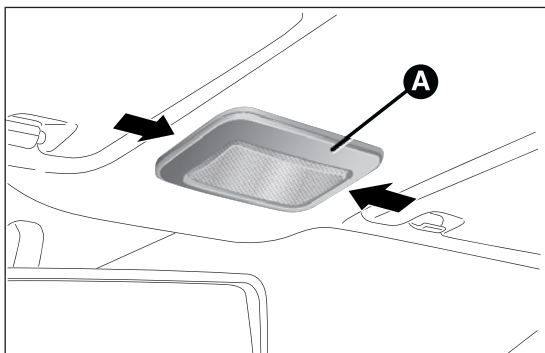
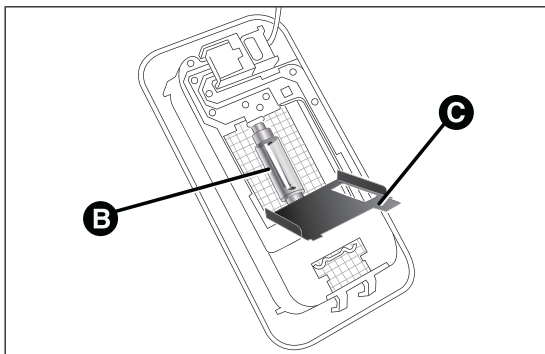

fig. 129
fig. 130
- ☐ presionar en el punto indicado por la flecha y retirar el plafón A fig. 129;
- ☐ abrir la tapa C fig. 130 y sustituir la lámpara B, soltándola de los contactos laterales;
- ❑ introducir la nueva lámpara B fig. 130, asegurándose de que esté totalmente bloqueada entre los mismos contactos;
- ❑ volver a cerrar la tapa C fig. 130 y fijar el plafón A fig. 129 en el mismo alojamiento asegurándose de que se bloquee correctamente.